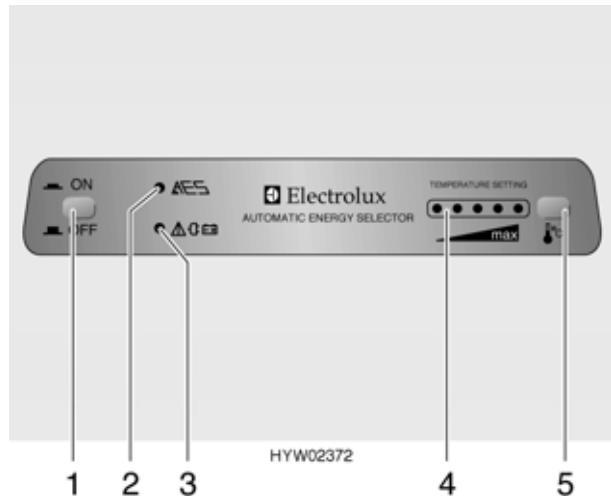

Bild 123 Bedienelemente für Kühlschrank
Ist die 230-V-Versorgung nicht angeschlossen und ist der Fahrzeugmotor ausgeschaltet, wählt das AES die Gasversorgung. Beim Anwählen des Gasbetriebs wird die Zündsicherung automatisch geöffnet, so dass Gas zum Brenner strömen kann. Gleichzeitig wird der elektronische Zünder eingeschaltet. Erlöscht die Gasflamme, z. B. durch einen Luftzug, wird der Zünder sofort aktiviert und zündet das Gas wieder an. Bei Störung im Gasbetrieb blinkt die Kontroll-Leuchte (Bild 123,2) rot.
- Im Tankstellenbereich ist das Betreiben offener Flammen verboten. Falls der Aufenthalt länger als 15 Minuten dauert, muss der Kühlschrank am Druckschalter (Bild 123,1) ausgeschaltet werden.
Im elektrischen Betrieb wird die elektrische Spannung ständig vom AES überwacht. Ist sie über einen bestimmten Zeitraum zu niedrig, schaltet das AES automatisch auf Gasbetrieb um. Die Kontroll-Leuchte (Bild 123,3) leuchtet. Das AES bleibt so lange in dieser Betriebsart, bis die elektrische Spannung wieder dem Normalwert entspricht.
Nach dem Einschalten wählt der Kühlschrank automatisch die mittlere Thermostateinstellung. Diese Einstellung kann manuell mit dem Taster (Bild 123,5) nachgeregelt werden. Die Leuchtdioden (Bild 123,4) zeigen die gewählte Thermostateinstellung an. Mit dem Taster wird die Kühltemperatur für alle drei Energiearten eingestellt. Es dauert einige Stunden, bis der Kühlschrank die normale Betriebstemperatur erreicht hat. Beim Umschalten der Betriebsart wird die Thermostateinstellung beibehalten. Die Kühltemperatur wird unabhängig von der Energieart beibehalten.
- Druckschalter (Bild 123,1) drücken. Kontroll-Leuchte (Bild 123,2) leuchtet grün.
- Kühltemperatur am Taster (Bild 123,5) einstellen. Die Leuchtdioden (Bild 123,4) zeigen die gewählte Thermostateinstellung.
Bei Störung im Gasbetrieb blinkt die Kontroll-Leuchte (Bild 123,2) rot.
- Druckschalter (Bild 123,1) drücken. Kontroll-Leuchte (Bild 123,2) leuchtet nicht mehr.